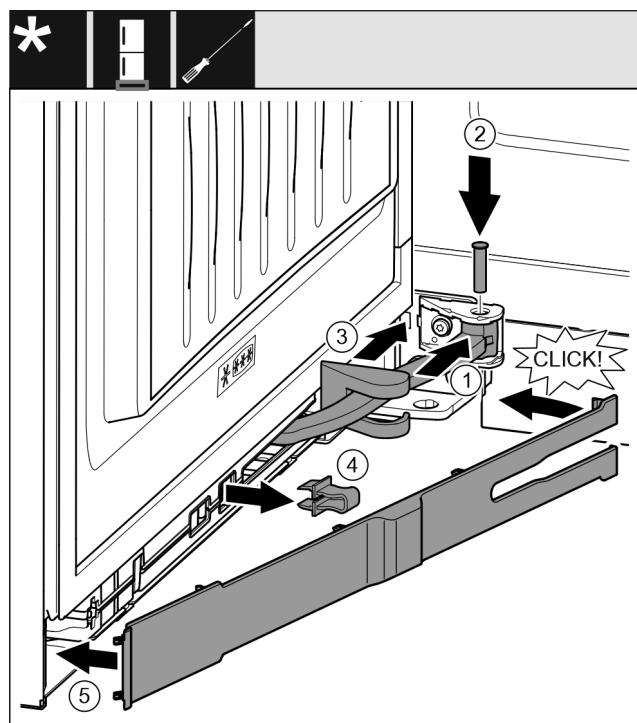

Fig. 47
- ▶ Otočte kloub v závěsu. Fig. 47 (1)
- ▶ Šroubovákem T15 vložte čep do závěsu a kloubu. Přitom dávejte pozor, aby byla zajišťovací vačka správně usazena v drážce. Fig. 47 (2)
- ▶ Posuňte kryt stojanu ložiska podél kloubu a namontujte nad závěsem. Fig. 47 (3)
- Vytáhněte pojistku. Fig. 47 (4)
- Nasadte záslepku na straně madla a sklopte. Fig. 47 (5)